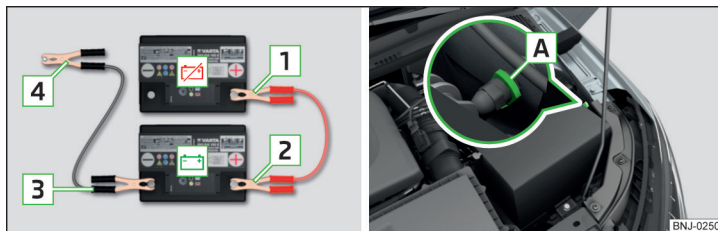

Fig. 278 Ayuda de arranque: - batería descargada, - batería que suministra corriente / punto de masa del motor en el sistema START-STOP
- En vehículos **con** el sistema START-STOP, fijar el borne **4** en el punto de masa del motor **A** » fig. 278.